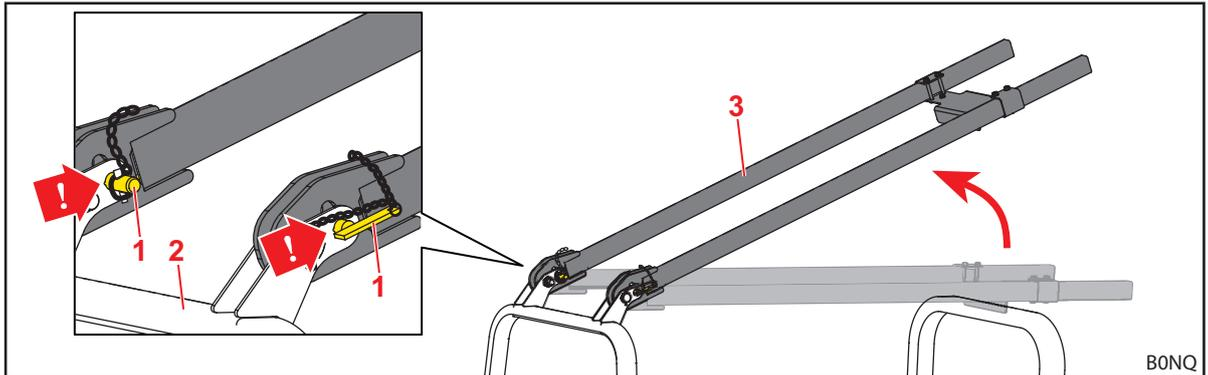

Fig. 40 Travesaños plegados hacia arriba y asegurados en los taladros inferiores
- (1) Asegurar los travesaños largos en los taladros inferiores.
- Asegurar los travesaños largos con pernos en los taladros inferiores (véase Fig. 40).
- (2) Plegar hacia arriba el estribo inferior (véase la descripción para OPG sin travesaños largos el inicio del capítulo).
- (3) Plegar los travesaños largos hacia abajo.